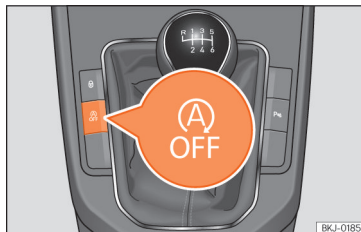

Fig. 88 Consola central: botão do sistema Start-Stop.
- Para desligar/ligar manualmente o sistema Start-Stop, pressione o botão  >>> Fig. 88